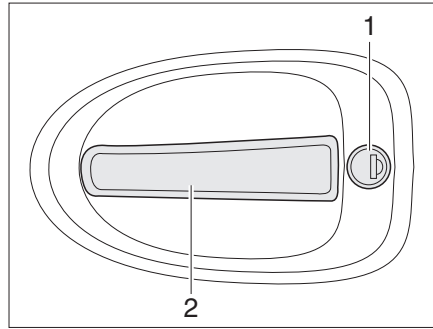

Fig. 38 Cerradura de la puerta del conductor, en el exterior
- Introducir la llave en el cilindro de cierre (Fig. 38,1) y girarla hasta que esté desbloqueada la cerradura de la puerta.
- Tirar del tirador de la puerta (Fig. 38,2). La puerta está abierta.
- Introducir la llave en el cilindro de cierre (Fig. 38,1) y girarla hasta que esté bloqueada la cerradura de la puerta.